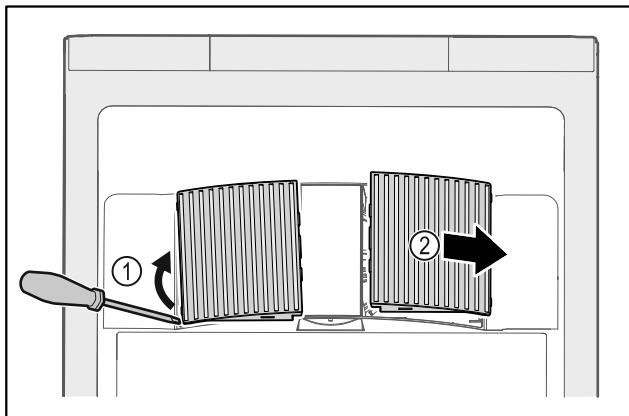

Fig. 173
- Oprezno podignite ventilatorske pokrove sa strane Fig. 173 (1) i skinite ih prema naprijed Fig. 173 (2).